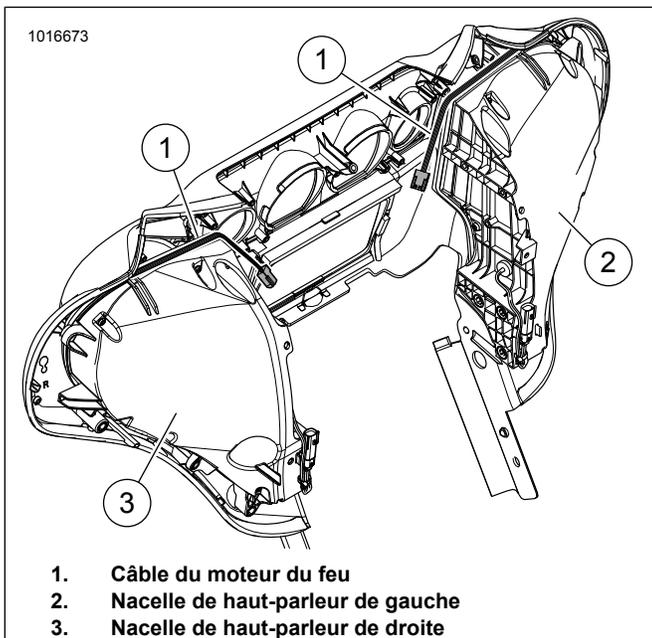

Figure 7. Carénage FLH illustré, l'acheminement de câble pour FLTR est similaire
7. Voir la figure 7. Acheminer le câble du moteur du feu (1) comme illustré.